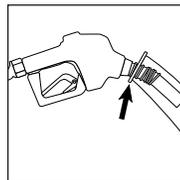

Ilustración 4
- ✓ Compruebe que la pistola surtidora esté colocada correctamente en el tubo de llenado. El líquido debe cubrir el tubo de Venturi en la punta del tubo de descarga para que se produzca el cierre. (Vea la ilustración 4)